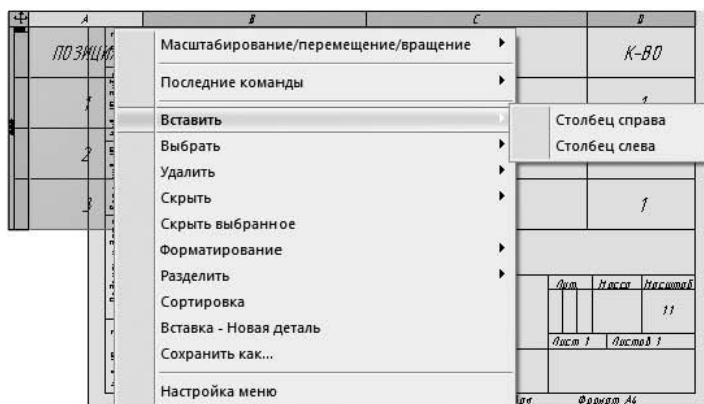

Рис. 6.63. Контекстное меню редактирования таблицы
- Отредактируйте как вид таблицы, так и ее содержание. При изменении имен компонентов в ответ на предупреждение выбирайте **Сохранить связь с моделью**. Вставьте недостающие колонки, выделив предварительно колонку (установите курсор над заголовком столбца, чтобы он принял вид вертикальной стрелки) и используя контекстное меню (рис. 6.63).